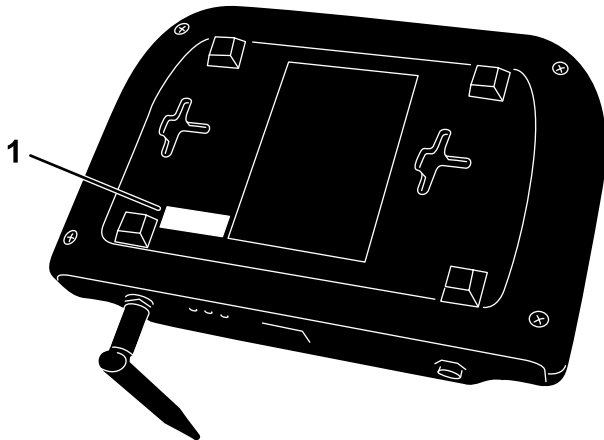

Bild 6
2. Ermitteln Sie den Aufkleber mit der Geräte-ID der Basisstation und tragen Sie die Geräte-ID in das Dokument ein (Bild 6).